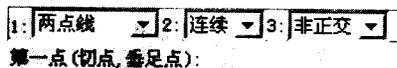

图 2-2 直线的立即菜单
(1) 单击“绘图工具”工具栏中的“直线”按钮，或者在状态栏中输入“1”，并按 Enter 键或者空格键，此时的立即菜单如图 2-2 所示。